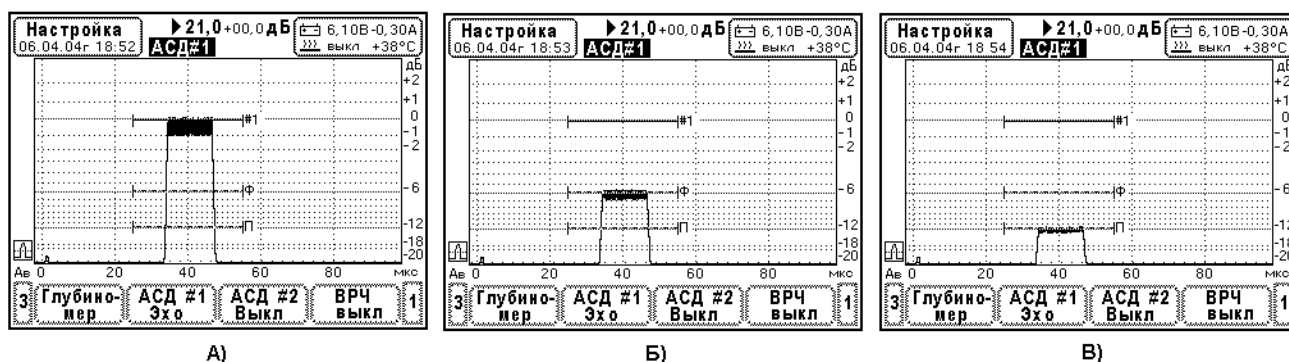

Рис. 10.6.9.1. Вид тест-сигнала на экране дефектоскопа при определении погрешности срабатывания порогового индикатора.
- находилась на разметке экрана 0дБ. Установите начало и ширину строга АСД#1 таким образом, чтобы захватывался тест-сигнал (Рис. 10.6.9.1.).
4. Определение погрешностей пороговых индикаторов АСД#1. Меняя ослабление аттенюатора АТТ-90-0,1-95/2 найдите минимальную амплитуду тест-сигнала, при которой начинает срабатывать пороговый индикатор на браковочном уровне АСД#1. Зафиксируйте ослабление К1. Уменьшайте ослабление аттенюатора АТТ-90-0,1-95/2 (тест-сигнал увеличивается) и найдите его амплитуду, для которой устойчиво обнаруживает тест-сигнал на браковочном уровне АСД#1 (Рис. 10.6.9.1.А). Зафиксируйте ослабление К2. Погрешность порогового индикатора АСД#1 определяют по формуле $\Delta K = K1 - K2$ [дБ]. Проведите аналогичные операции для определения погрешности порогового индикатора на уровне фиксации «Ф» и поисковом уровне «П» АСД#1 (Рис. 10.6.9.1.Б, В).